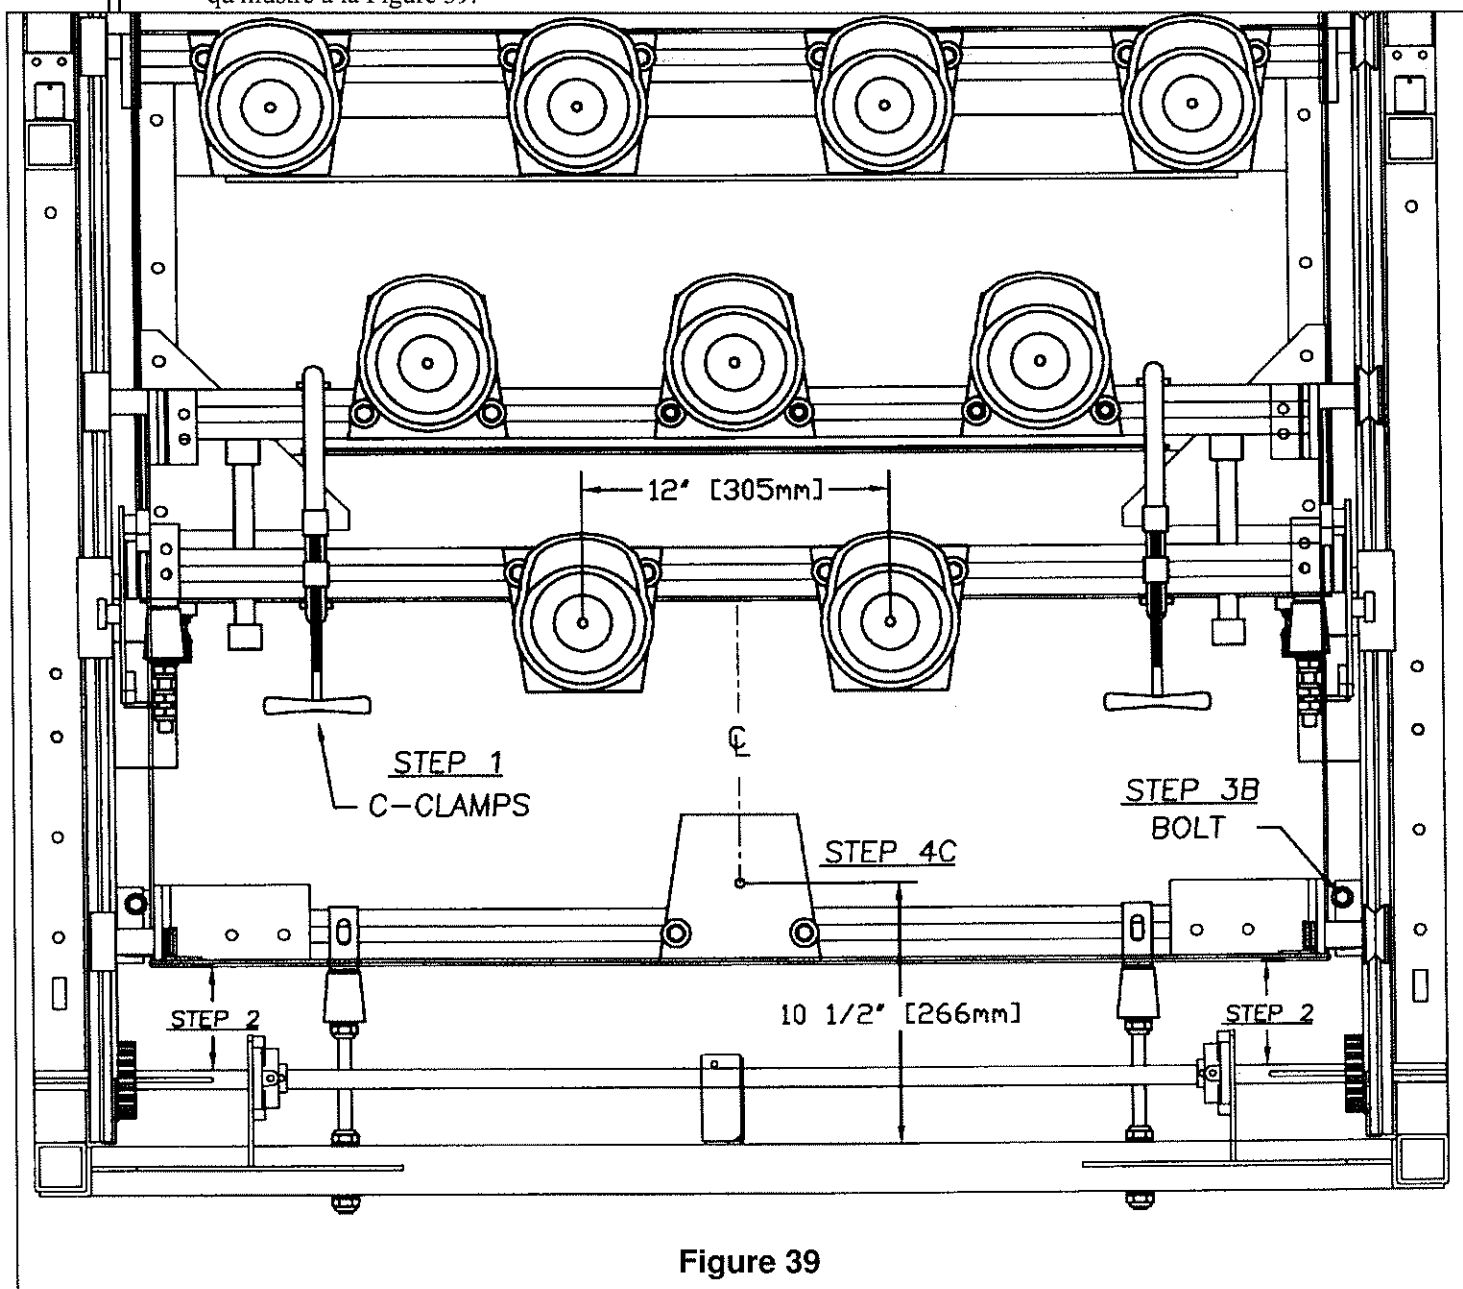
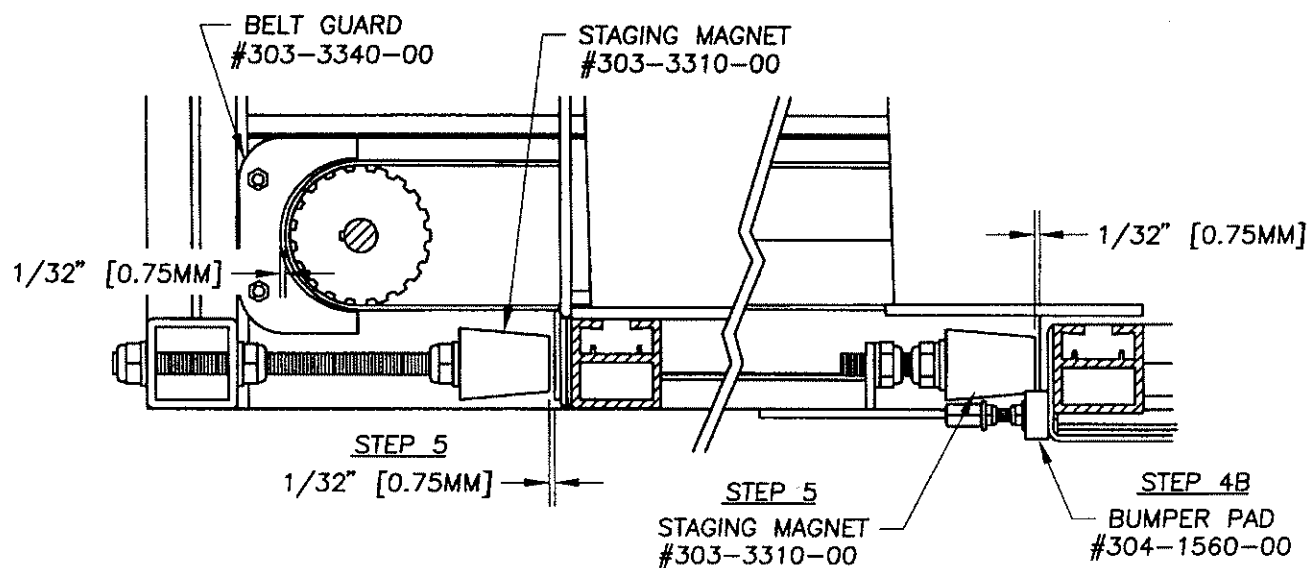

Figure 39
Figure 41
1. Joignez les deux composantes principales du tiroir à l'aide de deux "C clamps", tel qu'illustré à la Figure 39.
2. Mesurez la distance à partir du devant du planteur jusqu'au "drive shaft", et ce, aux deux extrémités, tel qu'illustré à la Figure 39 pour vous assurer qu'ils sont parallèles. S'ils sont parallèles, rendez-vous à l'étape 4, sinon, complétez l'étape 3.
4. Enlevez le "pin cup" #1 (303-3020-00) et utilisez les "bumper pads" (304-1560-00 à la Figure 41) situés sur les deux côtés du tiroir pour positionner le châssis du tiroir à 10½" (266mm) du châssis tel qu'illustré à la Figure 39.
5. Ajustez les quatre "staging magnets" (303-3310-00) de façon à obtenir un espace de 1/32" (0.75mm) tel qu'illustré à la Figure 41.